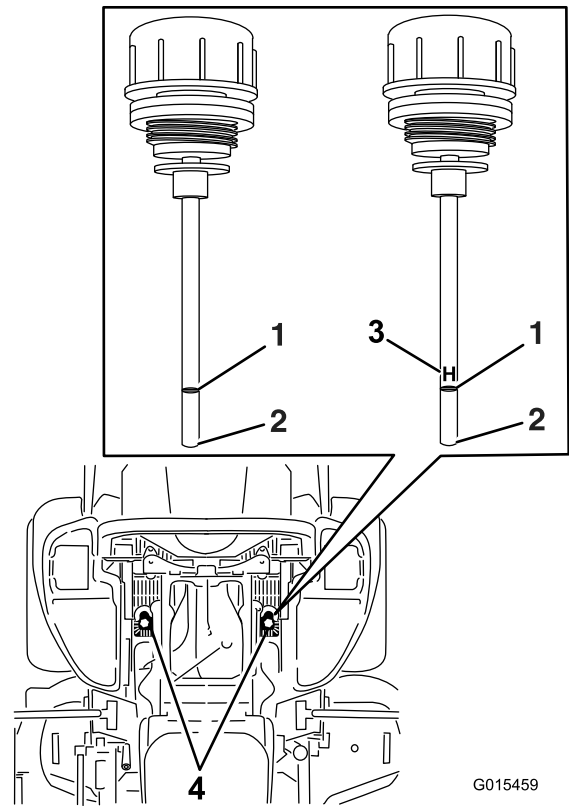

Figura 79
6. Limpie la zona alrededor de las varillas de los depósitos del sistema hidráulico (Figura 79).
7. Retire una varilla del depósito de aceite hidráulico (Figura 79).
9. Retire la varilla e inspeccione el extremo (Figura 79).